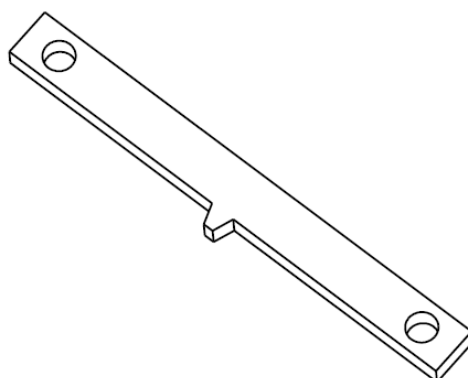

图 C-29 飞轮固定工装
- 1)、用曲轴前端轴颈导向，轻推扭转减振器总成⑩使曲轴前端轴颈装入扭转减振器总成的轮毂内孔中；
- 2)、用飞轮固定专用工具（参考图 C-29）锁住双质量飞轮（或单质量飞轮），双质量飞轮总成及其他带弹性元件的飞轮都只允许固定初级质量部位；